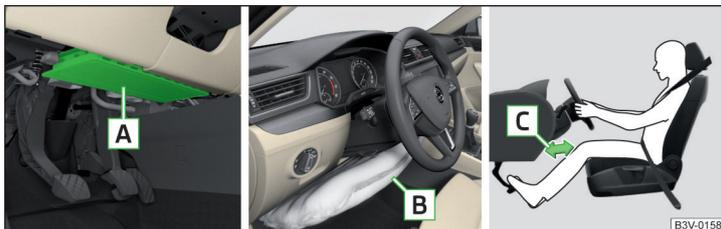

Fig. 10 Emplacement de l'airbag / airbag rempli de gaz / distance de sécurité avec le tableau de bord
L'airbag de genoux du conducteur [A] est logé dans la partie inférieure du tableau de bord sous la colonne de direction » fig. 10.
- Réglez le siège du conducteur en sens longitudinal de façon à ce que la distance [C] entre les jambes et le tableau de bord à hauteur de l'airbag de protection des genoux soit de 10 cm au moins » fig. 10. S'il n'est pas possible de remplir cette condition pour des raisons de taille corporelle, veuillez consulter un atelier spécialisé.